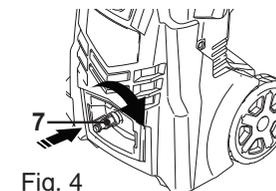

Fig. 4
- Vissez le connecteur du tuyau d'arrivée d'eau (7) sur l'arrivée d'eau (Fig. 4).